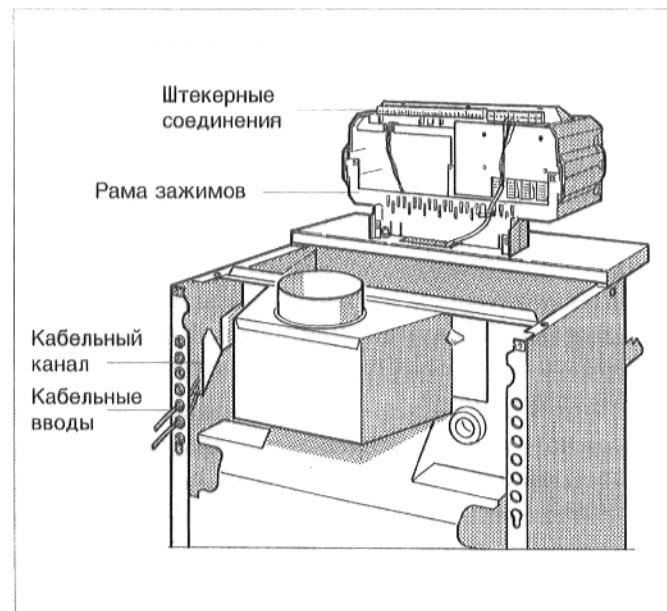
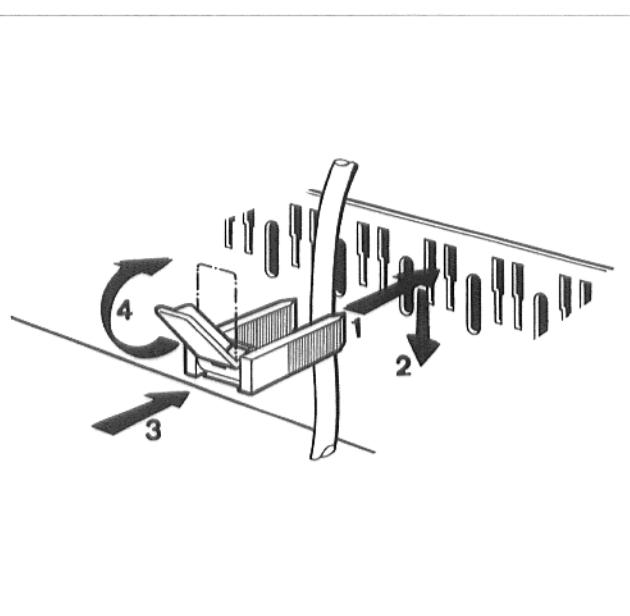

Рис. 10: штекерные соединения
Рис. 11: закрепить провода кабельными зажимами
- Подключить электропроводку к штекерным соединениям установки, соответственно схеме соединений (рис. 10).
Проложить провода сзади, через кабельные вводы и отверстия в переднем колпаке котла, к регулятору (рис. 10).
- Все провода следует закрепить зажимами: Зажимы для крепления кабеля с вложенным проводом, вставить сверху в щели рамы зажимов (рис. 10); при этом, ребро рычажка должно показывать вверх. Передвинуть зажим для крепления кабеля вниз, при этом, вдавливая его. Рычажок переставить вверх (рис. 11).